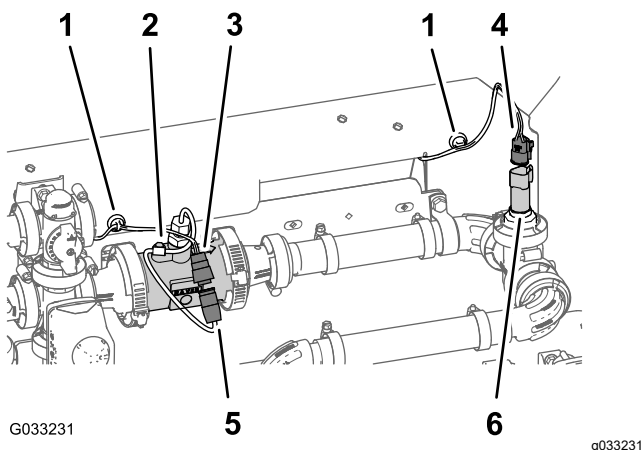

Рисунок 101
1. Проложите разъемы ответвления жгута проводов длиной 203 см, имеющие маркировку **Flow Meter (Расходомер)** и **Pressure Transducer (Датчик давления)**, позади крепления коллектора (Рисунок 101).
2. Подсоедините 3-гнездовой разъем ответвления жгута проводов длиной 203 см для расходомера (без маркировки) к 3-штыревому соединителю жгута проводов расходомера (Рисунок 101).
3. Подсоедините 3-гнездовой разъем ответвления жгута проводов длиной 203 см для датчика давления (с маркировкой **Pressure Transducer**) к 3-штыревому разъему жгута проводов датчика давления (Рисунок 101).
4. Приложите магнитные фиксаторы жгута проводов расходомера и датчика давления к поверхности крепления коллектора (Рисунок 101).